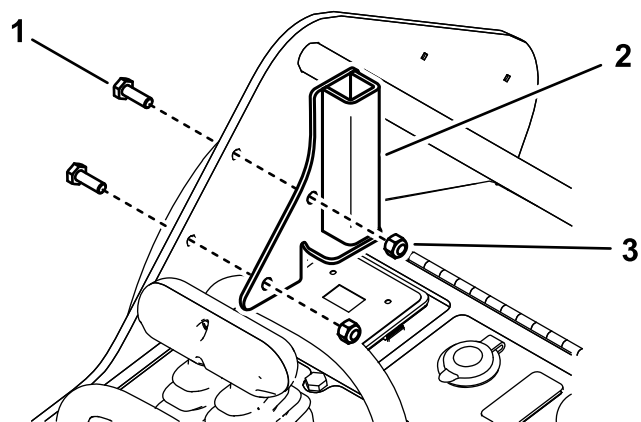

Figura 7
3. Instale el soporte del protector izquierdo en el lado izquierdo del bastidor con 2 pernos ($\frac{1}{4}$ " x $\frac{3}{4}$ ") y 2 contratuercas ($\frac{1}{4}$ "), según se muestra en Figura 7.
4. Instale el soporte del protector derecho en el lado derecho del bastidor con 2 pernos ($\frac{1}{4}$ " x $\frac{3}{4}$ ") y 2 contratuercas ($\frac{1}{4}$ ") (similar a la Figura 7).